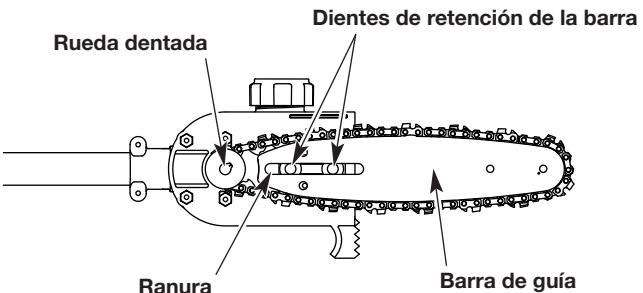

Fig. 12
- Pase la cadena sobre la rueda dentada (Fig. 12).
- Ajuste el tornillo de tensión de la cadena para permitir la inserción de la barra de guía. Coloque la barra de guía. Los dos dientes de retención de la barra deben sobresalir de la ranura en la barra de guía (Fig. 12).
- Instale la cubierta de la barra. Apriete el tornillo y dos (2) tuercas de retención de la barra.